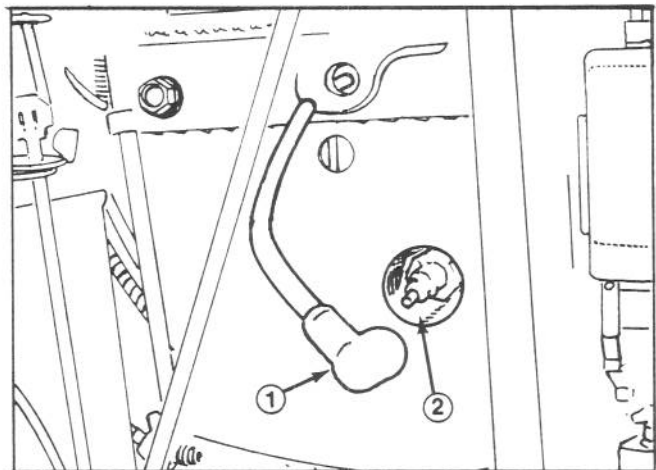

Figure 7
Afin d'éviter tout démarrage accidentel du moteur au cours de l'entretien, couper le moteur, enlever la clé de contact et retirer le fil de la bougie d'allumage (Fig. 7). S'assurer que le fil ne touche pas la bougie accidentellement.
2. Arrêter le moteur et retirer le fil de la bougie d'allumage (Fig. 7).